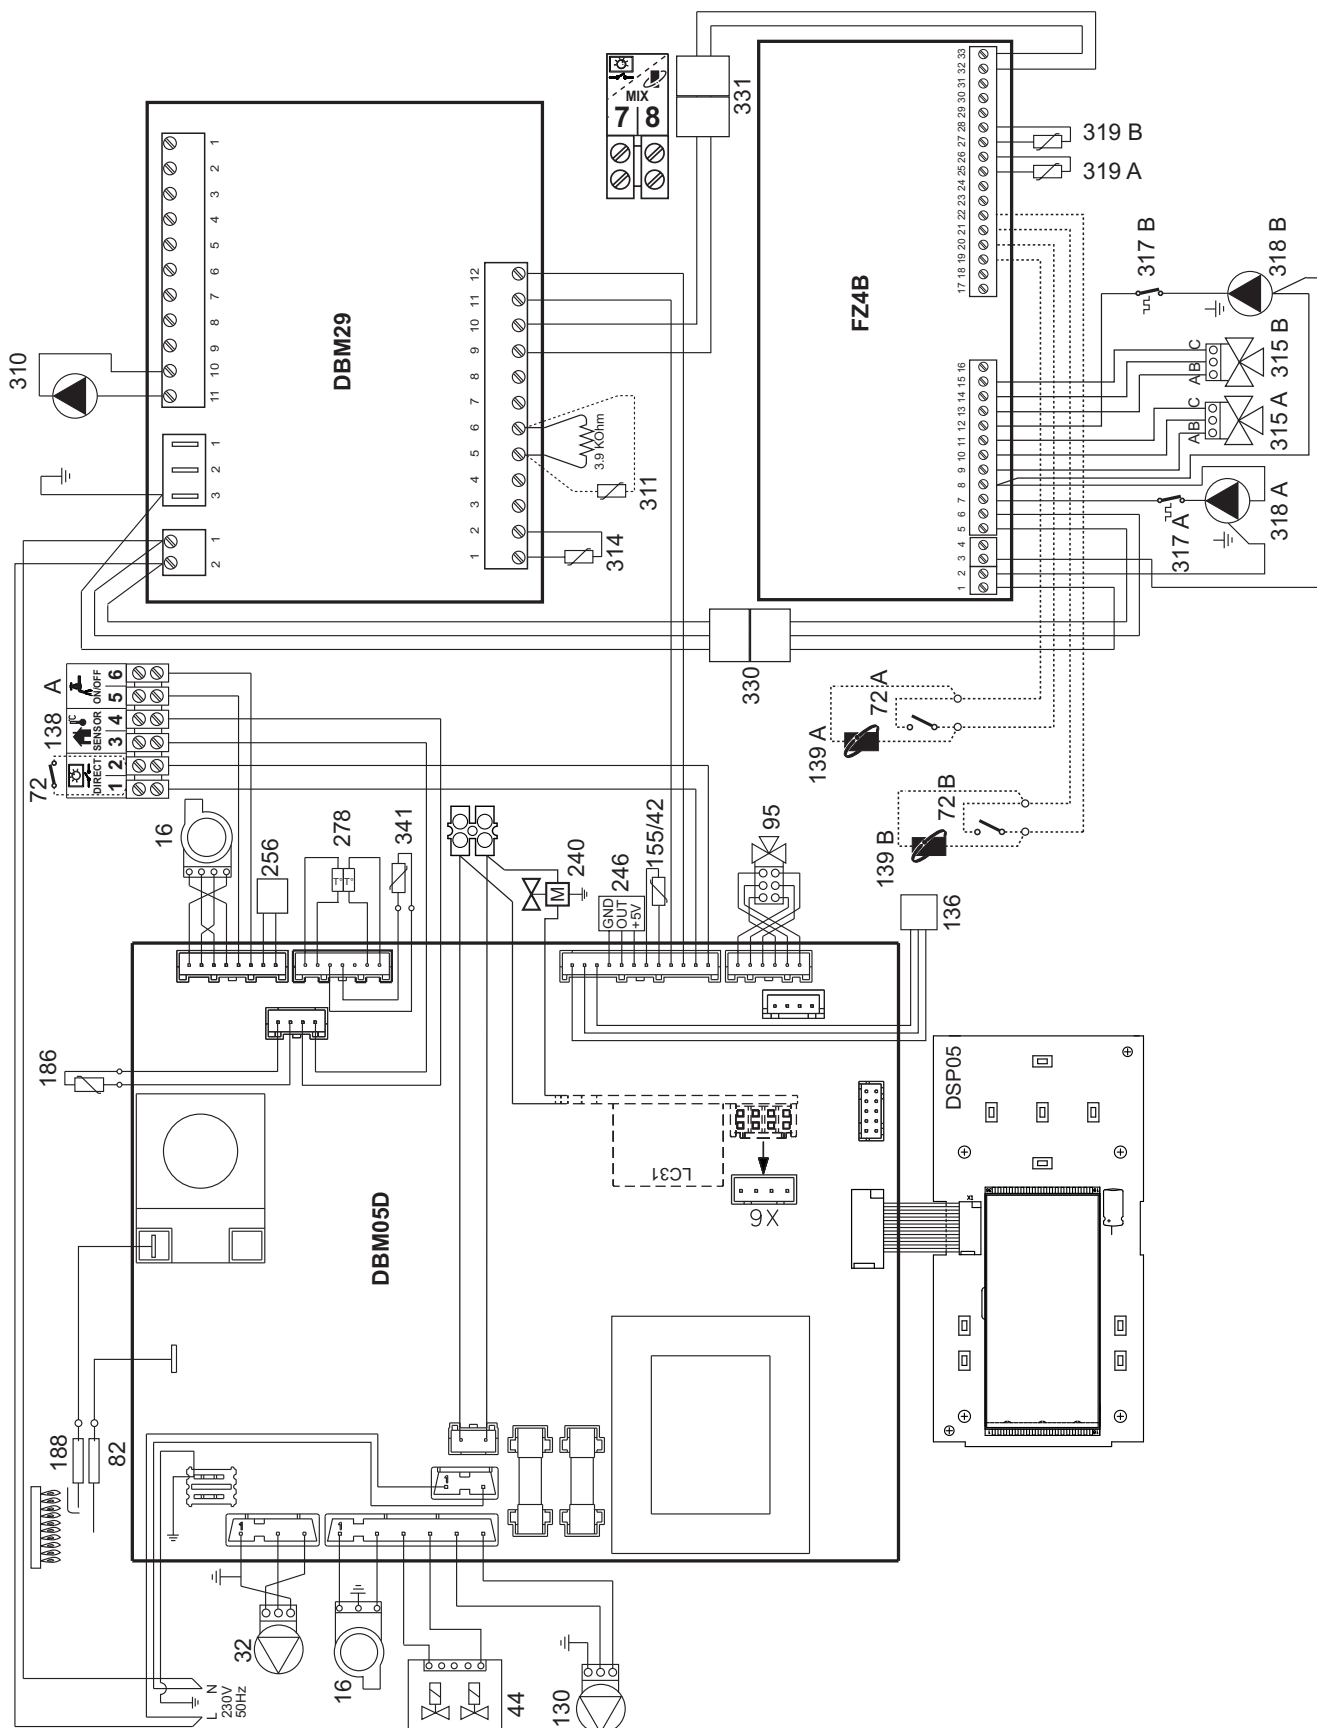

fig. 77 - Schema elettrico con prima e seconda zona bassa temperatura
### Legenda schemi elettrici fig. 75, fig. 76 e fig. 77
#### Legenda fig. 75 - fig. 76 - fig. 77
**Tabella. 7 - Connessioni per fig. 75 - fig. 76 - fig. 77**